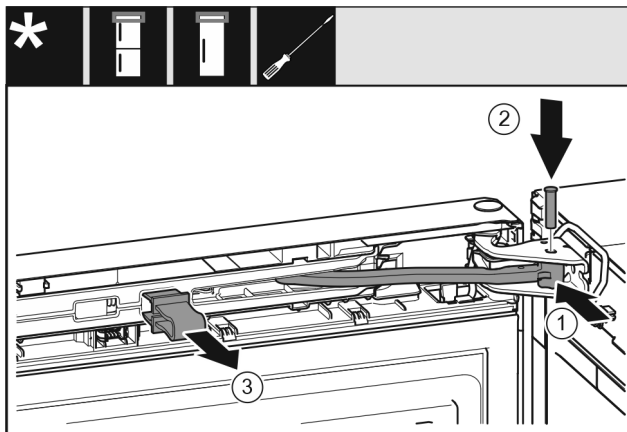

Fig. 21
- ▶ Przegub obrócić w płytce zawiasu. Fig. 21 (1)
- ▶ Sworzeń umieścić w płytce zawiasu i przegubie. Przy tym zwrócić uwagę, aby krzywka zatrzaskowa została prawidłowo umieszczona w rowku. Fig. 21 (2)
- ▶ Zdjąć zabezpieczenie. Fig. 21 (3)